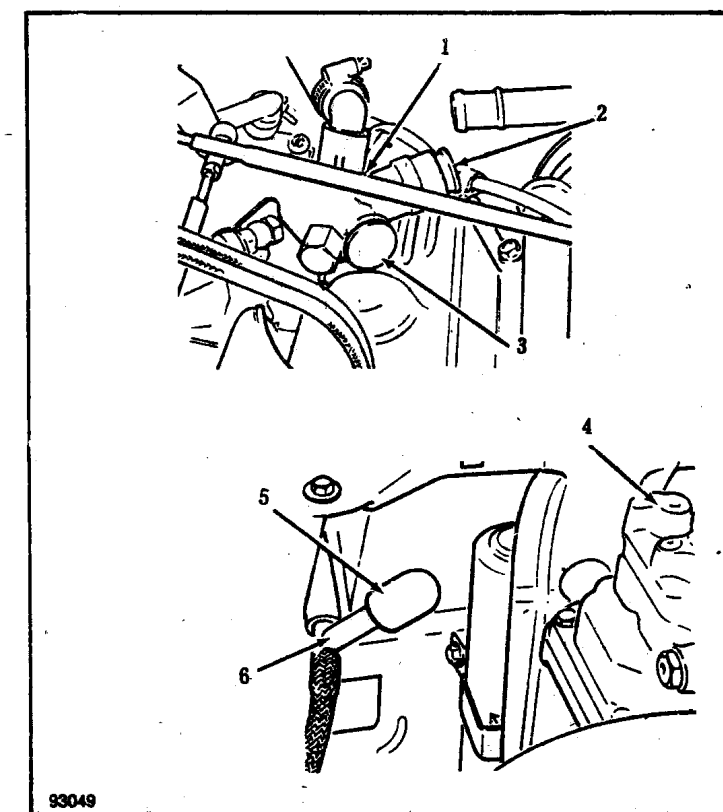

图1-3 通风管和“T”的附件位置
2) 拆下点火线圈上的1号线（线端的标志符号在线圈上），去掉曲轴箱上的通风管，并用棉沙塞住气缸头上的开口，同时要把曲轴箱蒸气排放出来，然后去掉活性炭罐上“T”附件上的密封盖，排出里面的气体。参见图1-3。
2) 对于奥迪100型和200型汽车来说,还要从进气管弯头处拆下通风管,并拨去弯管上的塞子,空气就可以从缺口处进入。然后拆下曲轴箱上的通风管,并用棉纱塞住气缸头的开口(参见图1-3),把曲轴箱蒸气排放出来。
3) 对于奥迪80型和90型汽车来说,要去掉活性炭罐上的密封盖(参见图1-3),并拆下曲轴箱上的通风管,把蒸气排放出来。